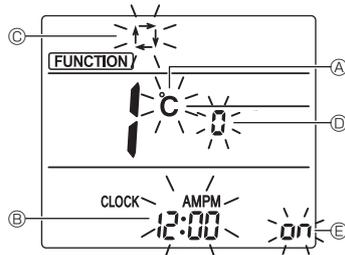

Fig. 6-10
3. Certifique-se de que é apresentado o número da função "1" e, em seguida, prima o botão **SET** 3. Será apresentado o ecrã de definições do modo de visualização. (Fig. 6-10)